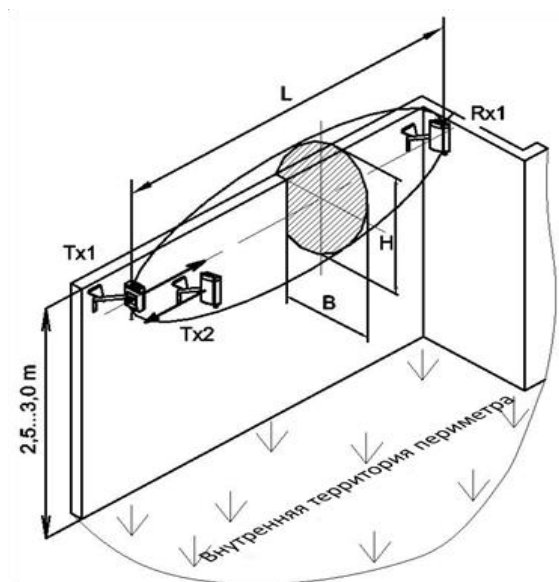

Рисунок 4 –Пример монтажа
3.2.3 Другие варианты монтажа датчика (рисунок 4) могут быть также использованы. Если датчик охраняет забор, рекомендуется закрепить опору на заборе.